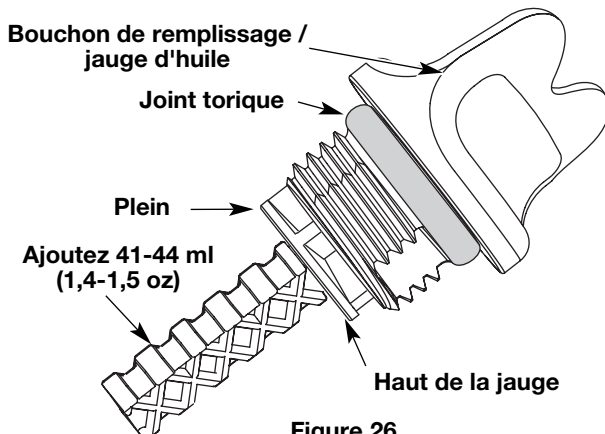

Figure 26
5. Retirez le bouchon de remplissage / jauge d'huile et vérifiez le niveau d'huile. L'huile devrait atteindre le haut de la jauge (Fig. 26).